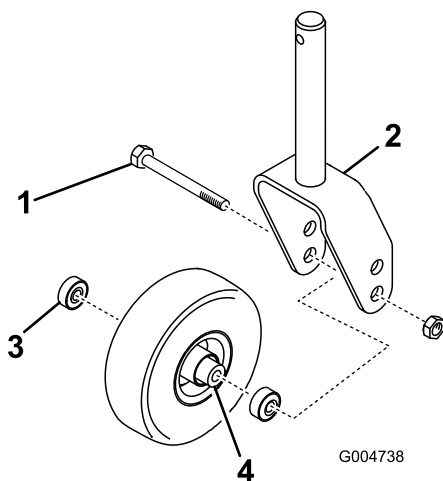
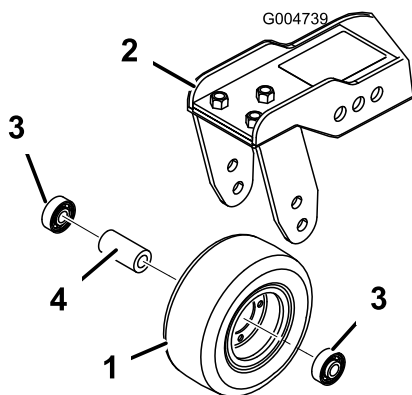

Figura 85
Figura 86
1. Retire a porca de bloqueio do parafuso que fixa a estrutura da roda giratória entre a forquilha da roda giratória (Figura 85) ou o braço articulado da roda giratória (Figura 86). Fixe a roda giratória e retire o parafuso da forquilha ou do braço articulado.
2. Retire o rolamento do cubo da roda e deixe cair a cunha do rolamento para fora (Figura 85 e Figura 86). Retire o rolamento do lado oposto ao do cubo da roda.